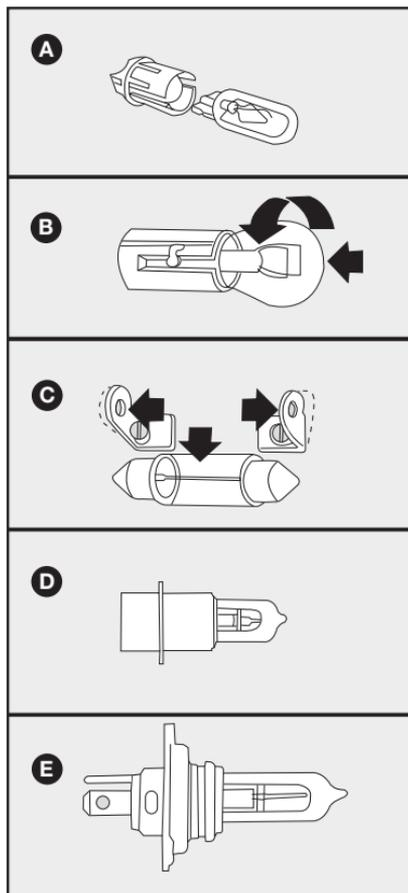

fig. 15
**Diversos tipos de lámparas están instaladas en el vehículo - fig. 15.**